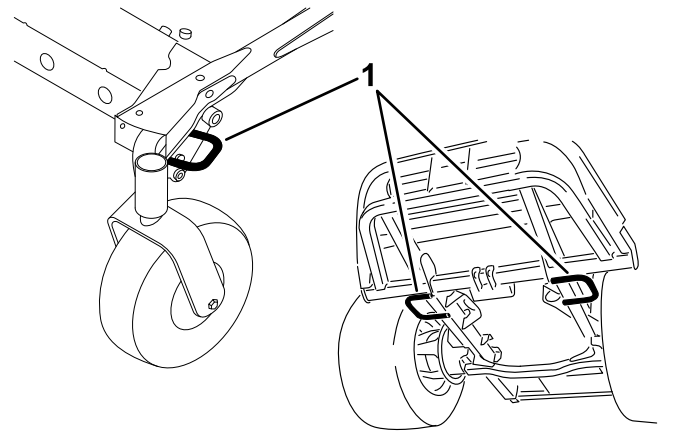

图 27
5. 使用机器上的栓系环用箍带、链条、缆绳或绳索将其牢牢固定在拖车或卡车上 图 27。